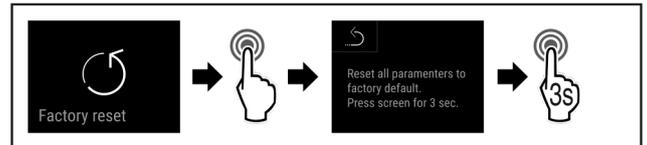

Fig. 163
- u Handlungsschritte (siehe Fig. 163) durchführen.